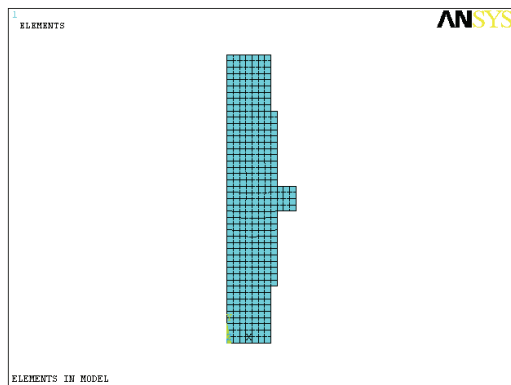

图 3-45 网格划分结果显示
10) 选择 Utility Menu | Plot | Elements 命令，ANSYS 显示窗口将显示网格划分结果，如图 3-45 所示。